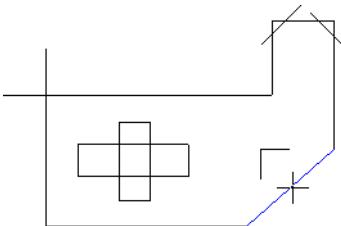

图 4-10 选取延伸边界
- 04 根据系统提示，移动光标选择修剪/延伸的边界，如图 4-10 所示。